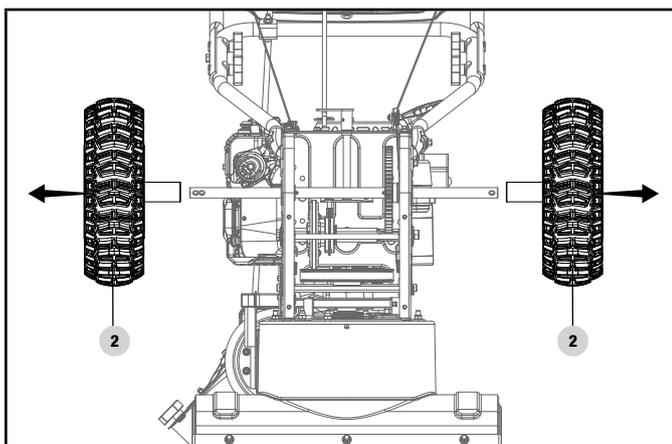

Figure 48B
3. Enlevez la roue de droite (2) en enlevant l'esse. (figure 48B)